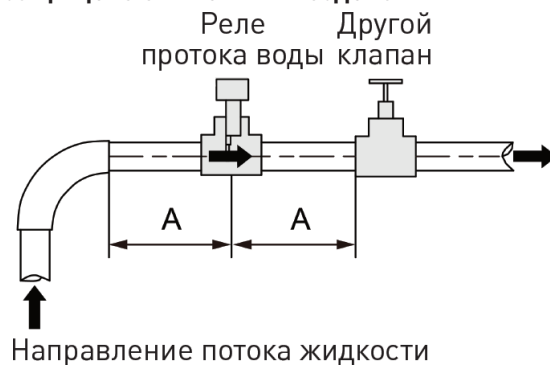

Рис. 3.9.2
3. Реле должно устанавливаться на **горизонтальном участке** трубы, при этом расстояние **A** (см. Рис. 3.9.2) должно быть **не менее 5 диаметров трубы**.